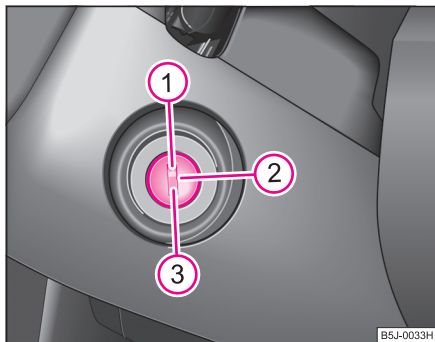

Abb. 100 Zündschlossstellungen
- Den Motor schalten Sie durch Drehen des Zündschlüssels in Stellung ① aus ⇒ Seite 112, Abb. 100.